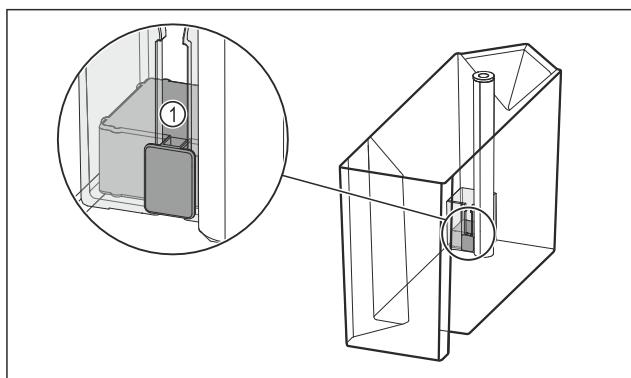

Fig. 100
- Skontrolujte, či je vzpriečený plavák Fig. 100 (1). Ak je vzpriečený plavák vzpriečený: